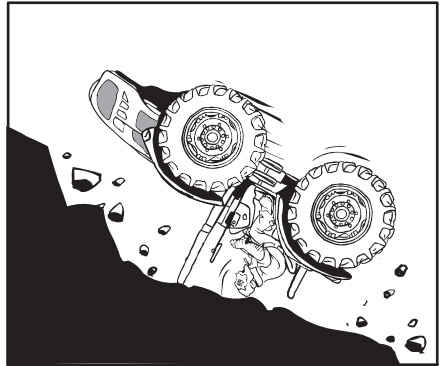

Abb. 2.15
- Bei der Arbeit in der Nähe von Gräben oder Ufern muss der Traktor hinter der Bruchlinie gehalten werden. Mit dem Traktor nicht an Gräben, auf Deichen, an Böschungen und Flussufern arbeiten, die abrutschen könnten (Abb. 2.15).